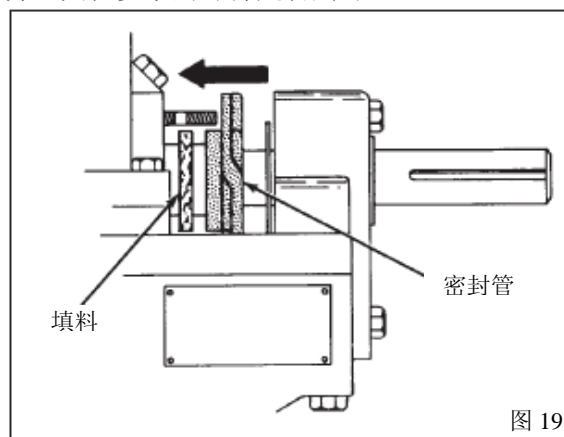

图 19
6. 填塞填料函时，按照正确的顺序将密封环和水封环安装好。一个环、一个环地安装。将各个环稳稳地就位。用填料函将密封环和水封环推入盒中，如图19所示。将各个环的接头分别错开90度。确保水封环的中心与填料函中的冲洗活栓对齐。其他多余的环都是备用环。